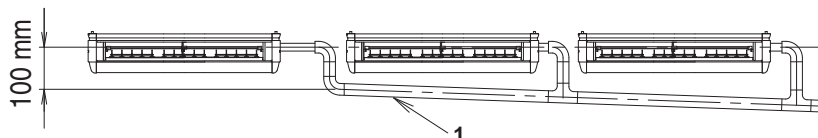

Bild 28
- För att undvika att den anslutna dräneringsslangen (1) belastas för hårt ska du inte böja eller vrida den. (Det kan orsaka vattenläckage.)
- Vid arbete på centraliserat dräneringsarbete följer du instruktionerna i **bild 28**. Välj diametern på det centrala dräneringsröret så att det matchar kapaciteten på den inomhusenhet som ska anslutas. (Se tekniska data.)